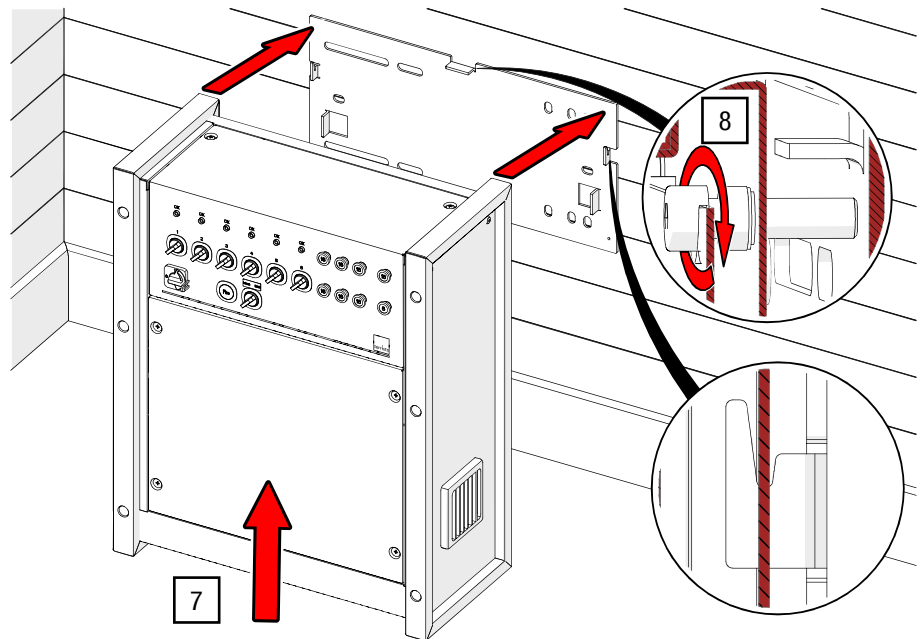

Abb. 19: Steuerung an Wandmontageplatte fixieren (Steuerungsmodell kann abweichen)
7. Richten Sie die Steuerung auf und hängen diese mit den vorgesehenen Schlitzern auf der Rückseite in die zwei Haken der in die bereits an die Wand vormontierte Wandmontageplatte ein (siehe Abb. 19).
8. Heben Sie das Bedienfeld ab und sichern Sie die Steuerung an der Wandmontageplatte mit der beiliegenden M8 × 30 Innensechskantschraube (siehe Abb. 19).